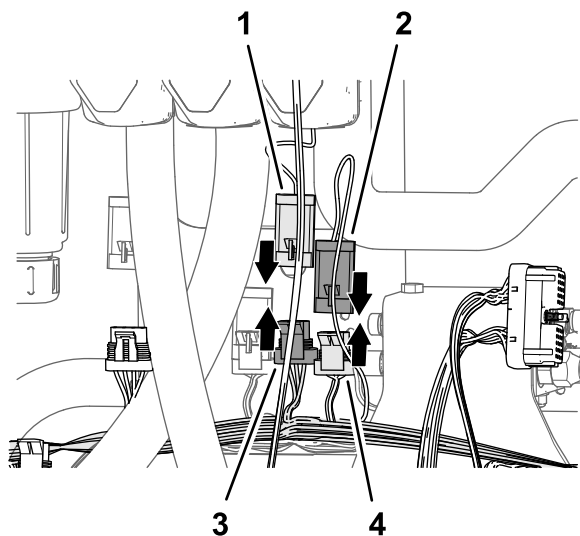

Figura 88
2. Collegate il connettore a 3 pin della diramazione di 89 cm del cablaggio preassemblato del kit indicato come VALVOLA PRINCIPALE al connettore a 3 prese del cablaggio preassemblato della macchina indicato come VALVOLA DI IRRORAZIONE PRINCIPALE (Figura 88).
a 3 prese della diramazione di 89 cm del cablaggio preassemblato del kit indicato come VALVOLA PRINCIPALE (Figura 88).